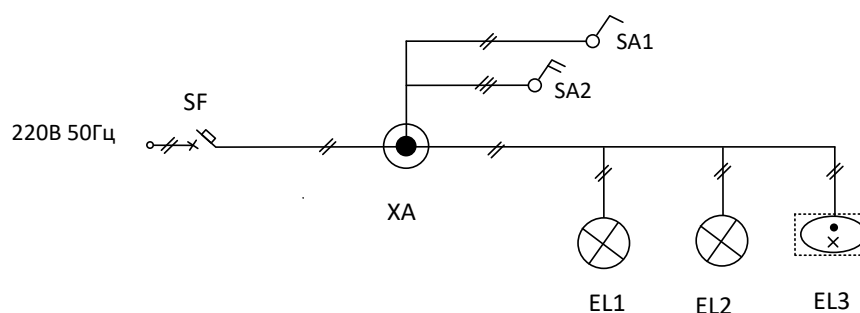

Рисунок 2.16 - Однолинейная электрическая принципиальная схема освещения помещения
4. По однолинейной схеме рисунок 2.16 вычертить многолинейную развернутую электрическую принципиальную схему каждому проводу присваивают номер. Выключатели следует устанавливать в разрыв фазного провода, который должен подключаться к центральному контакту патрона лампы накаливания.